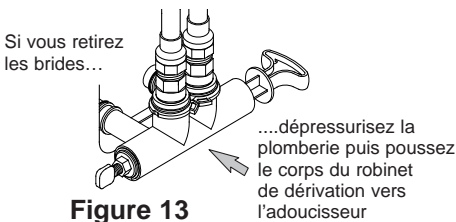

Figure 13
5. Vérifiez l'absence de fuites autour des brides et des orifices d'entrée et de sortie de l'adoucisseur. Si vous observez une fuite à une bride, dépressurisez la plomberie (fermez l'alimentation d'eau et les robinets ouverts) avant de retirer la bride. Lors du retrait des brides aux orifices d'entrée et de sortie de l'adoucisseur, poussez le corps du robinet de dérivation simple vers l'adoucisseur (voir Figure 13). Un retrait incorrect peut endommager les brides. Ne réinstallez pas des brides endommagées.